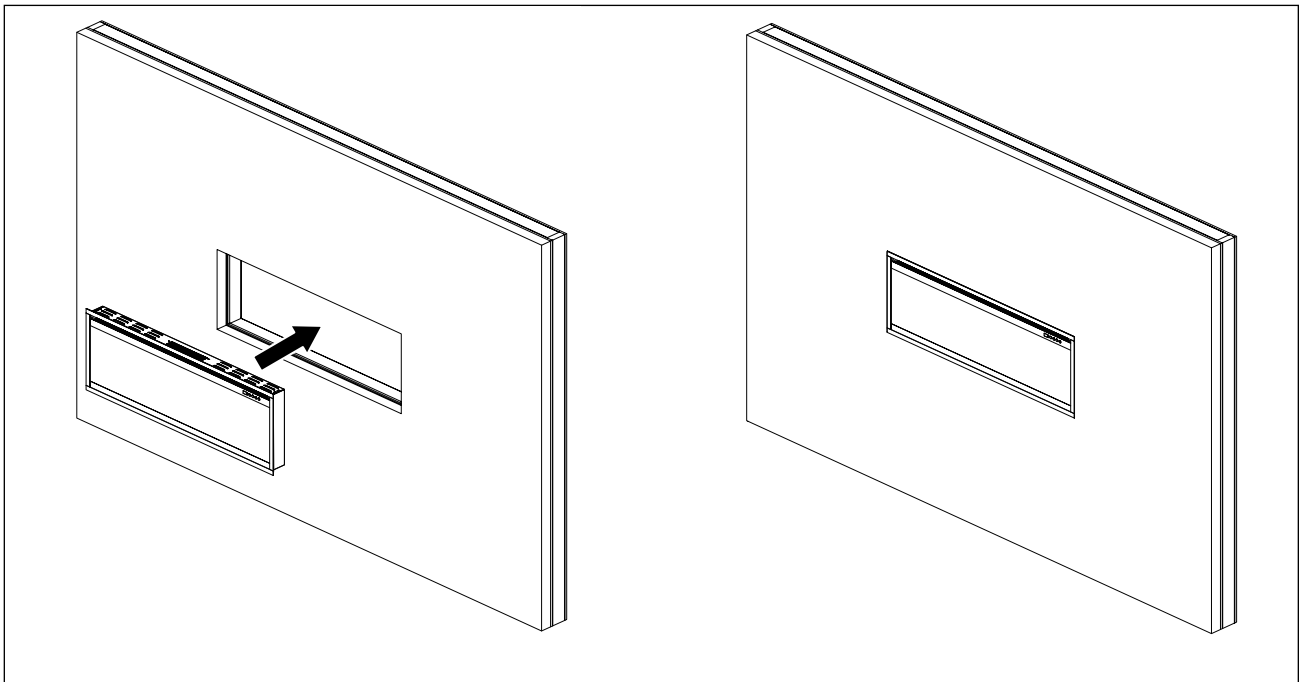

Fig. 7
3. Insérez le foyer dans l'enceinte finie. Fixez le foyer dans l'enceinte à l'aide des vis fournies en passant par les trous sur les côtés du foyer jusqu'à la charpente de l'enceinte (**Fig. 7, 8**).